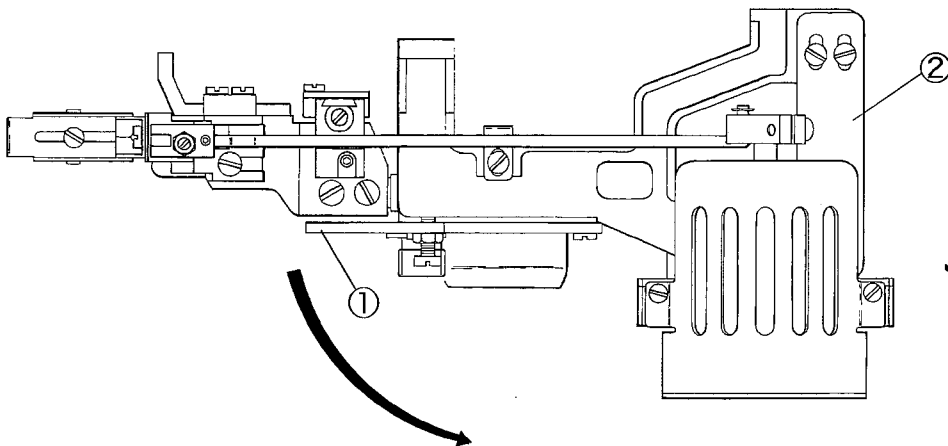

図5 CH装置
- (1) 押エを開く。
- (2) CH装置の①部を手前に引いてスイングアウトして180°回す。(図5)
- (3) 前開キカバーを右にスライドして、前に倒して開ける。
- (1) 押エを横に開く。
- (2) CH装置の①部を手前に引いてスイングアウトして、180°回してソレノイド取付台固定バネ②で保持する。(図5)